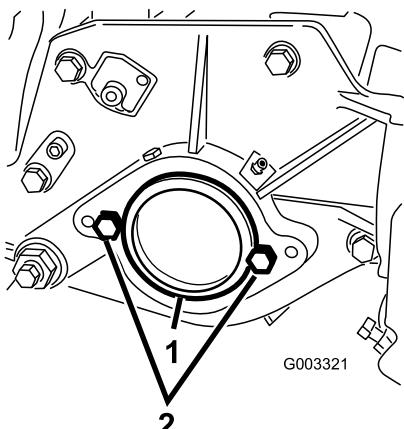

Figure 7
2. A l'extrême droite du plateau de coupe, retirez l'obturateur en plastique du logement de roulements (Figure 7).
3. Enlevez les 2 boulons de la plaque latérale droite (Figure 7).
2. Boulons (2)
- Placez les 2 boulons de fixation du moteur de cylindre sur la plaque gauche du plateau de coupe sans les serrer (**Figure 7**).